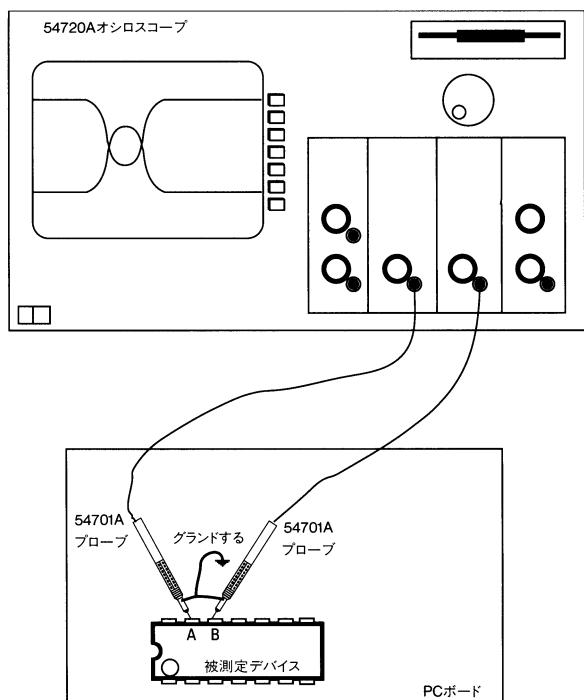

図7 ポイントA、Bは差動ECL信号の出力(Q)および反転出力(Q)である。
1. 図7のように、2本の54701Aプローブを差動信号の2つのサイドに接続する。